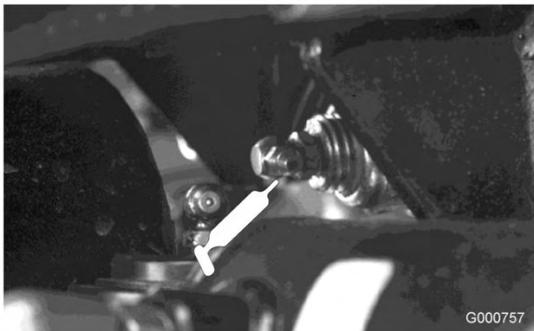

Figura 35
- Pivote del eje trasero (Figura 35)